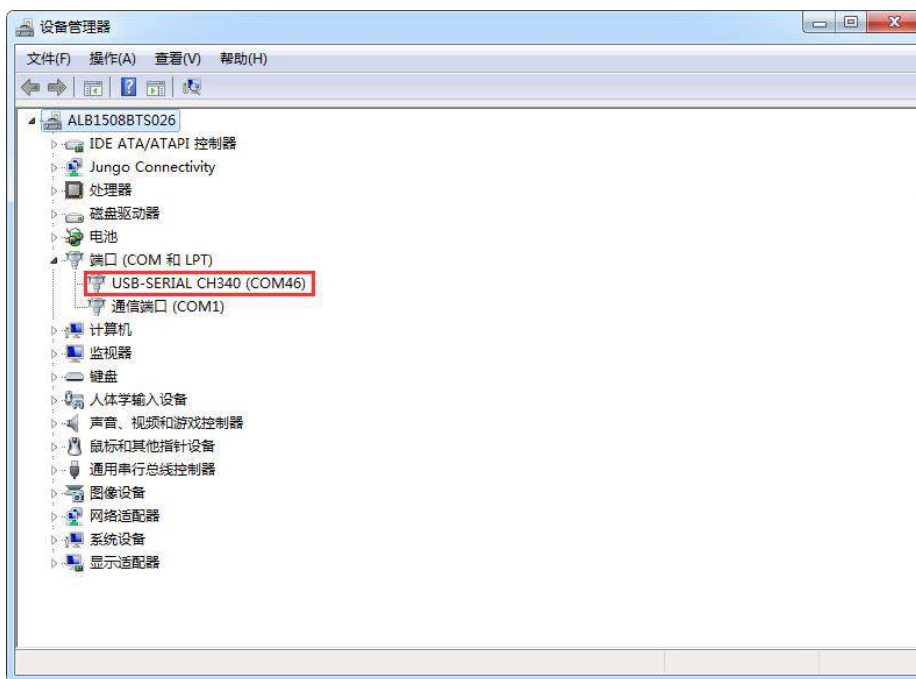

图 7.2. 在 PC 端找到连接的 COM 口
- 3) 在设备管理器中找到对应 COM 口，如图 7.2。